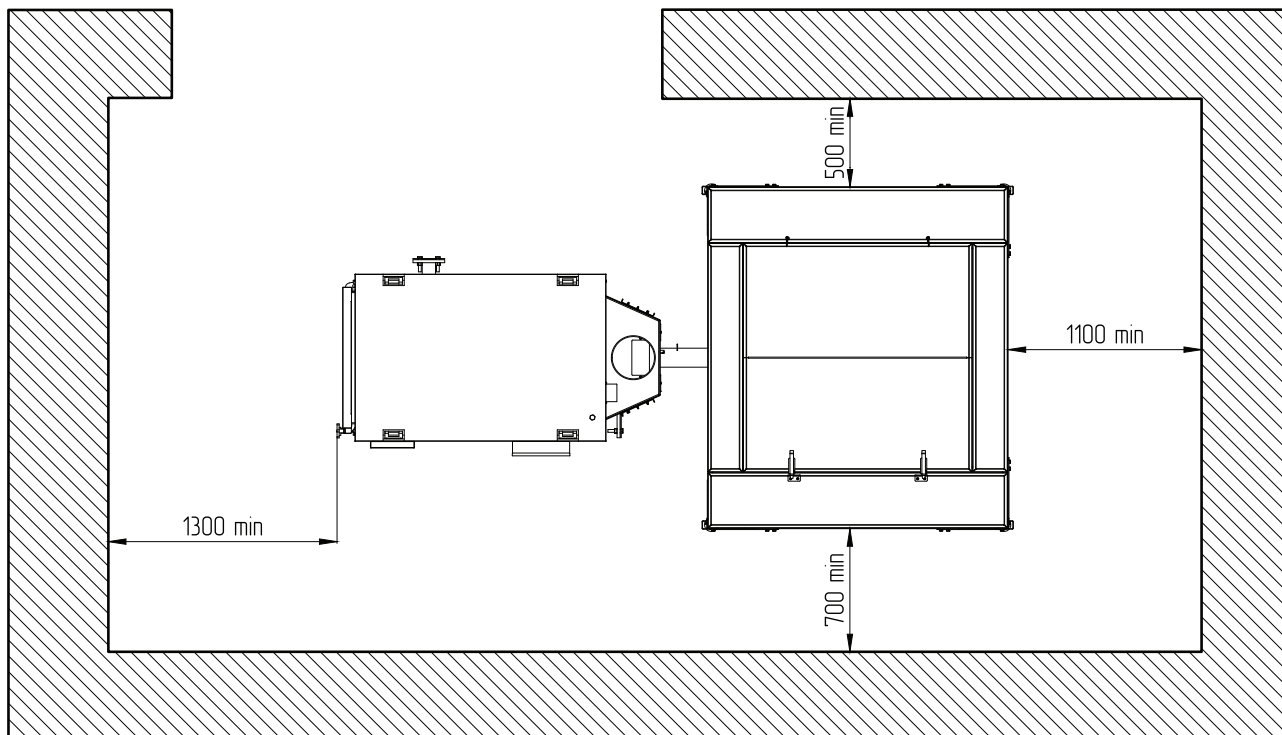
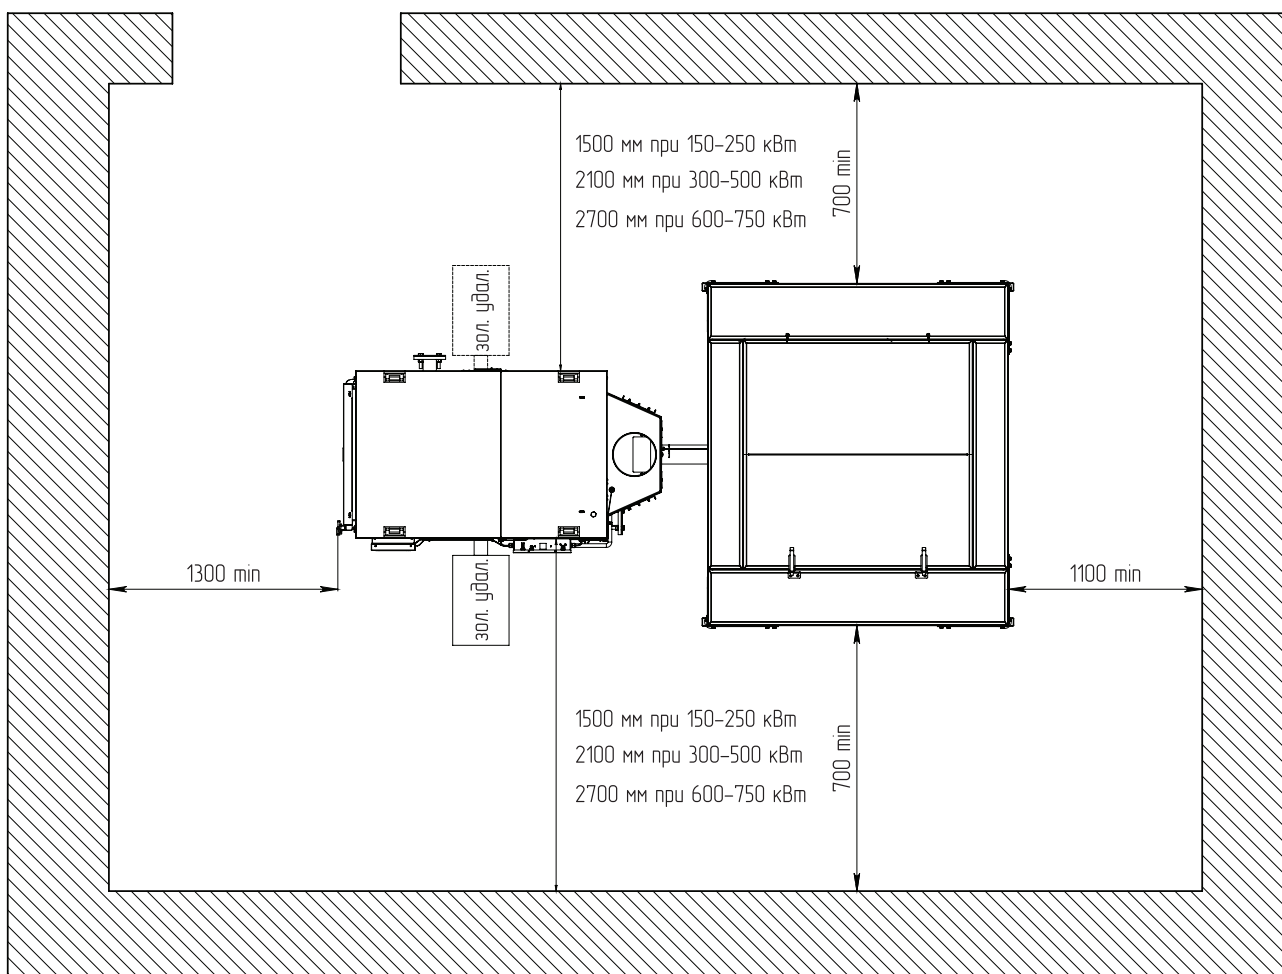

Рис.9 Расположение котла в помещении котельной (без учёта комплекта золоудаления)
Рис.10 Расположение котла в помещении котельной (с учётом комплекта золоудаления)
- Расположение котла в помещении с учетом необходимого для обслуживания пространства показано на **Рис.10** (только для исполнения «Стационарный»);
- Перед котлом должно быть манипуляционное пространство не менее 1300 мм. При использовании комплекта золоудаления манипуляционное пространство со стороны зольного ящика должно быть не менее 1500 мм при мощности котла 150-250 кВт, 2100 мм при мощности 300-500 кВт и 2700 мм при мощности 600-750 кВт (см. **Рис.9**);
- С боковых сторон необходимо оставлять пространство для доступа к задней части котла в соответствии с **Рис.9, Рис.10** (при использовании комплекта золоудаления).
Расположение котла в помещении с учетом необходимого для обслуживания пространства показано на **Рис.9, Рис.10**.